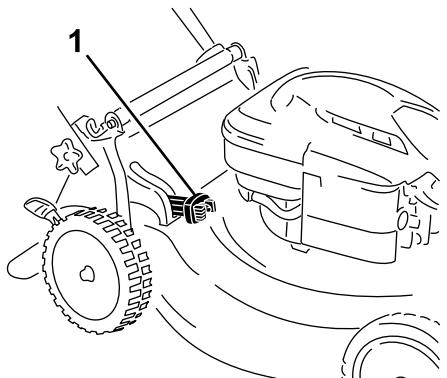

Bild 16
- Zum Sammeln des Schnittguts und Laubs drücken Sie die Taste am Hebel für den zuschaltbaren Fangkorb und bewegen den Hebel nach vorne, bis die Taste am Hebel herausspringt (Bild 16).